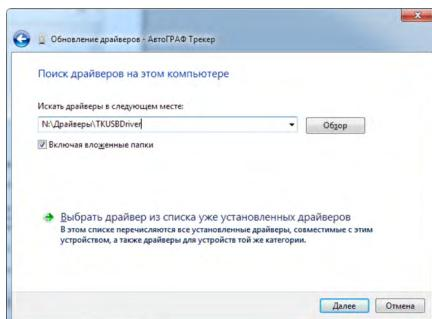

Рис.3
- 4.** Задайте путь к папке, в которую был распакован архив с драйверами (Рис.3). Выполните установку драйверов.